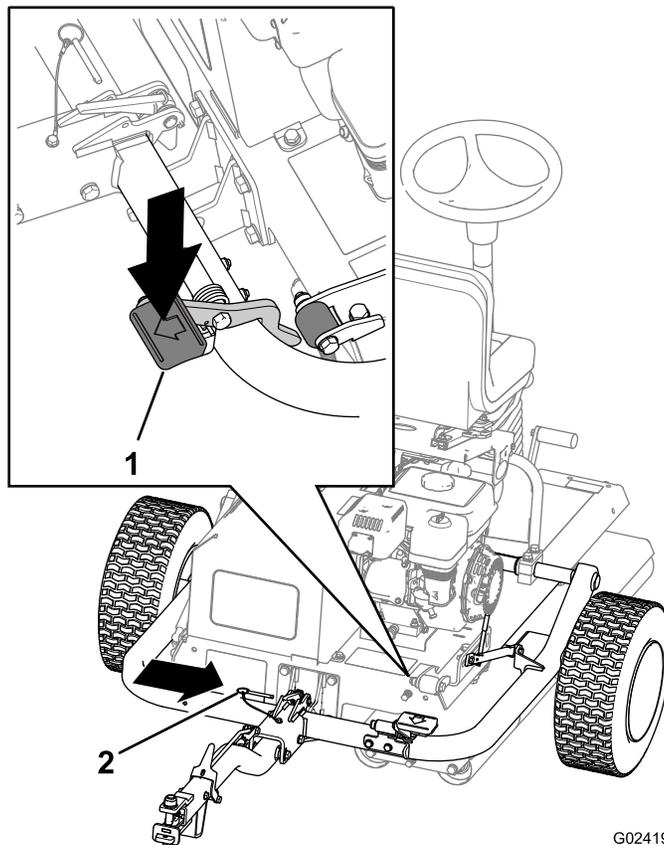

Figura 17
C. Pise o pedal do engate até o engate ficar bloqueado no lugar (Figura 17).
D. Insira o pino de bloqueio (Figura 17).